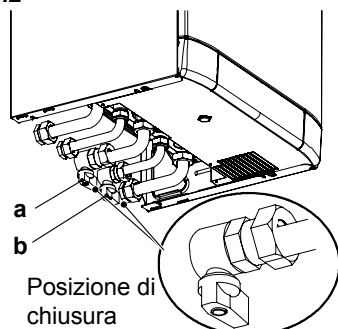

Figura 6.2 Chiusura rubinetti
- 3 Richiudere il rubinetto gas **a** in **Figura 6.2**